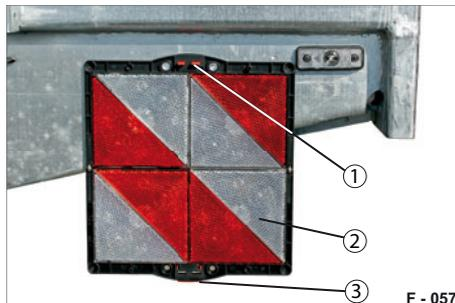

Abb. 72 Park-Warntafel
- ▶ Drücken Sie die Drucksicherung (Abb. 72/3) ein und klappen Sie dabei die obere Teilhälfte der Warntafel herunter.
- ▶ Klappen Sie die aufgeklappte Teilhälfte der Warntafel hoch. Die Drucksicherung (Abb. 72/3) rastet automatisch in der Verriegelung (Abb. 72/1) ein.